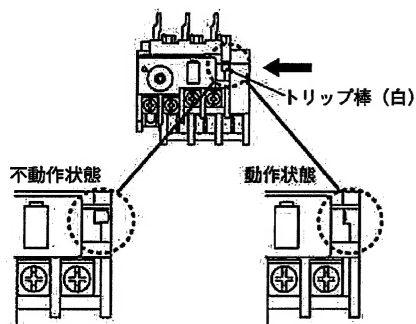

図10
- (2) トリップ棒を矢印方向へ押すとシーケンスチェックができます。(図10)
- (3) サーマルリレーが動作した場合は、トリップ棒が隠れます。また、リセットするとトリップ棒が現れます。(自動リセット状態では、動作してもトリップ棒は隠れません)(図10)